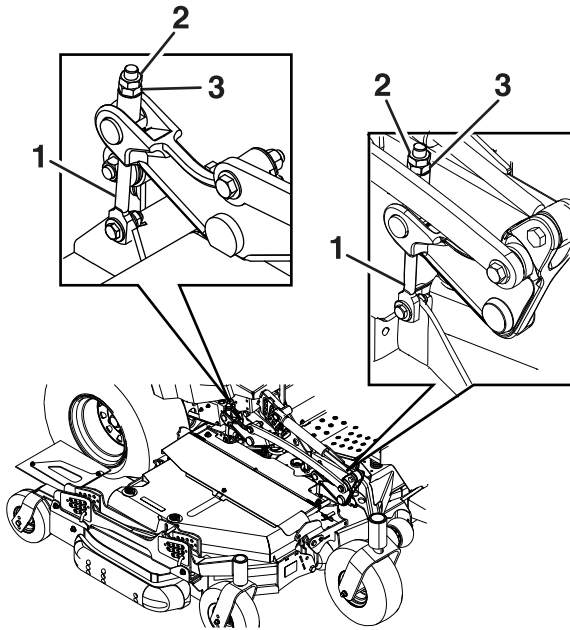

Figura 80
Afije las contratueras de la parte superior de cada pletina de ajuste de la carcasa. Gire la tuerca de ajuste del conjunto de elevación de la carcasa delantera para obtener la altura correcta para las puntas delanteras de las cuchillas izquierda y derecha de la carcasa central (Figura 80).
5. Si los 4 mecanismos de ajuste de la carcasa (Figura 80) no tienen holgura suficiente para lograr la altura de corte precisa con la inclinación necesaria, puede utilizarse el sistema de ajuste de un solo punto.